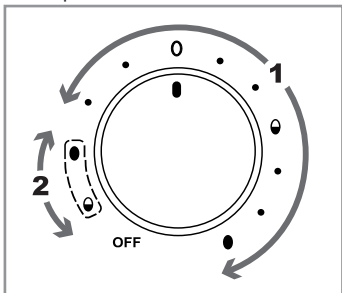

Fig. 1
① Remarque
- 1) Réglez le bouton rotatif ⑩ sur la position correspondant au degré de dureté souhaité des œufs. Utilisez la zone de réglage «1» (voir fig. 1) avec les symboles et les points correspondants devant :
Pour la première cuisson, la plage de réglage «1» avec les symboles et les points correspondants devant s'applique. Pour la deuxième cuisson, la plage de réglage «2» avec les symboles encadrés s'applique (voir fig. 1).
- 2) Tournez le bouton rotatif ⑩ sur la position correspondant au degré de dureté le plus bas des œufs (la zone de réglage «1» s'applique, voir fig. 1). Le voyant de contrôle ⑨ s'allume et la cuisson débute.
- 5) Refermez le couvercle 3 et tournez le bouton rotatif 10 jusque sur la position des symboles encadrés (plage de réglage «2», voir fig. 1), correspondant au degré de dureté souhaité des œufs restant dans l'appareil :